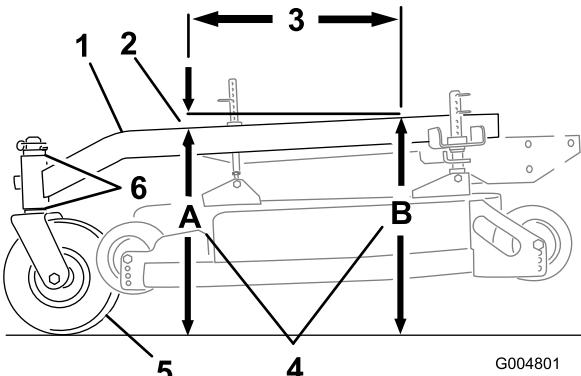

Figure 63
L'inclinaison avant/arrière du bâti porteur doit être comprise entre 3 mm (1/4 po) et 9 mm (3/8 po) sur 61 cm (24 po) de sa longueur (Figure 63).
1. Mesurez 61 cm (24 po) sur le bâti porteur (Figure 63).
2. Mesurez la hauteur du bâti porteur au point A (Figure 63).
3. Mesurez la hauteur du bâti porteur au point B (Figure 63).
4. La hauteur au point A doit être inférieure de 6 à 10 mm (1/4 à 3/8 po) par rapport au point B (Figure 63).
5. Si ce n'est pas le cas, déplacez les entretoises des roues pivotantes de manière à obtenir l'inclinaison voulue de 6 à 10 mm (1/4 à 3/8 po) (Figure 63). Déplacez les entretoises en haut ou en bas pour corriger l'inclinaison.